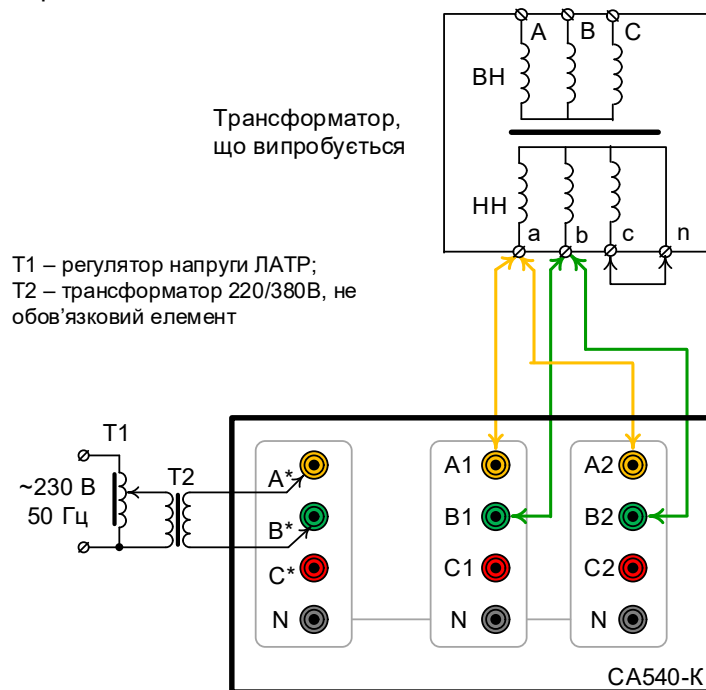

Рисунок 6.16
4) При відкритті вікна у ньому представлений режим вимірювання поточних значень контрольованих величин для фази «a-b» що відповідає схемі (рисунок 6.16) для 1 етапу. Індикатор режиму  знаходиться в стані миготіння.